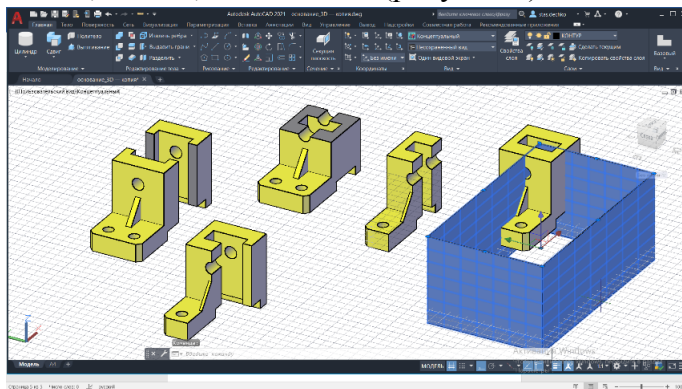

Рисунок 1 – Примеры выполнения простых разрезов секущими плоскостями уровня и четвертного выреза поверхностью
**Основная часть.** Вызов команды Slice (Разрез) в AutoCAD осуществляется нажатием соответствующей пиктограммы на инструментальной панели Редактирование Тел. После выбора команды необходимо указать объект для разрезания и ответить на подсказки. По умолчанию AutoCAD предлагает выполнить сечение по трем точкам. При использовании других вариантов выполнения команды секущая плоскость может определяться: плоским объектом, поверхностью, видом, Зосью, XY, YZ, XZ (рисунок 1).